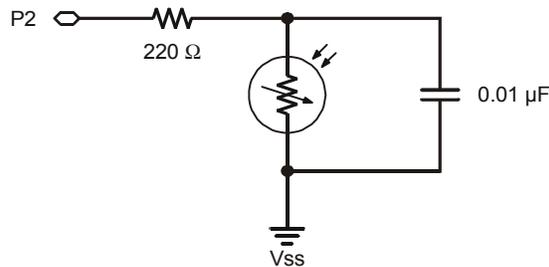
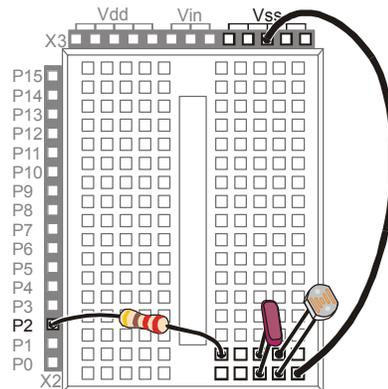

Figura 7-2
Figura 7-3
La Figura 7-2 mostra lo schema elettrico del circuito RC-time che userete in questo Capitolo, e la Figura 7-3 mostra lo schema di cablaggio. Questo circuito è diverso dal circuito del Potenziometro del Chapter #5, Esercizio #3 in due aspetti. Primo, il pin I/O usato per misurare il tempo di decadimento è diverso (P2). Secondo, la variabile Resistenza è ora una fotoresistenza invece di un Potenziometro.
- √ Costruite il circuito mostrato nella Figura 7-2 e nella Figura 7-3.
per la Figura 7-2
- ✓ Prima di andare al prossimo esercizio ritornate al circuito originale mostrato in Figura 7-2 rimuovendo il condensatore da 0.1 μF e sostituitelo con il condensatore da 0.01 μF .